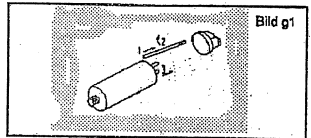

Bild g1
- 7.1 Kondensator an dem vorgesehene Winkel befestigen (Bild g1).